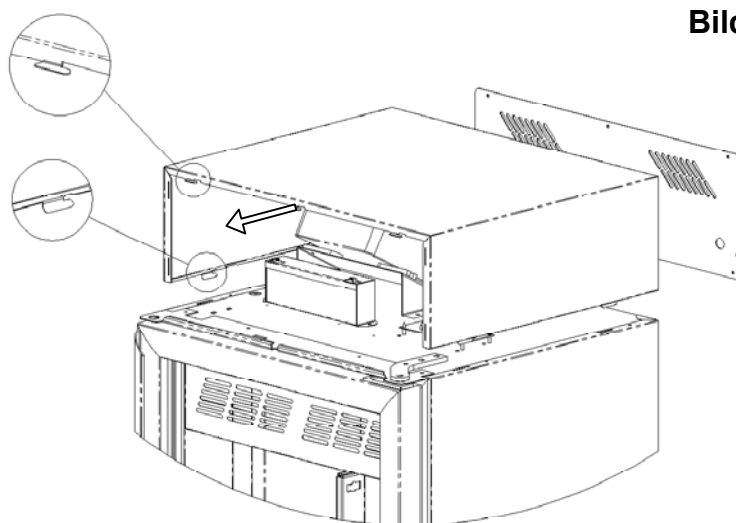

Bild 18
**Phase 3** Um den oberen Deckel zu entfernen, ist es notwendig, mittels eines Kreuzschraubenziehers die Befestigungsschrauben des verzinkten Schutzgitters zu entfernen und den Decken gegen die Tür zu schieben, bis er von den Befestigungshaken (Bild 18) losgelöst wird.